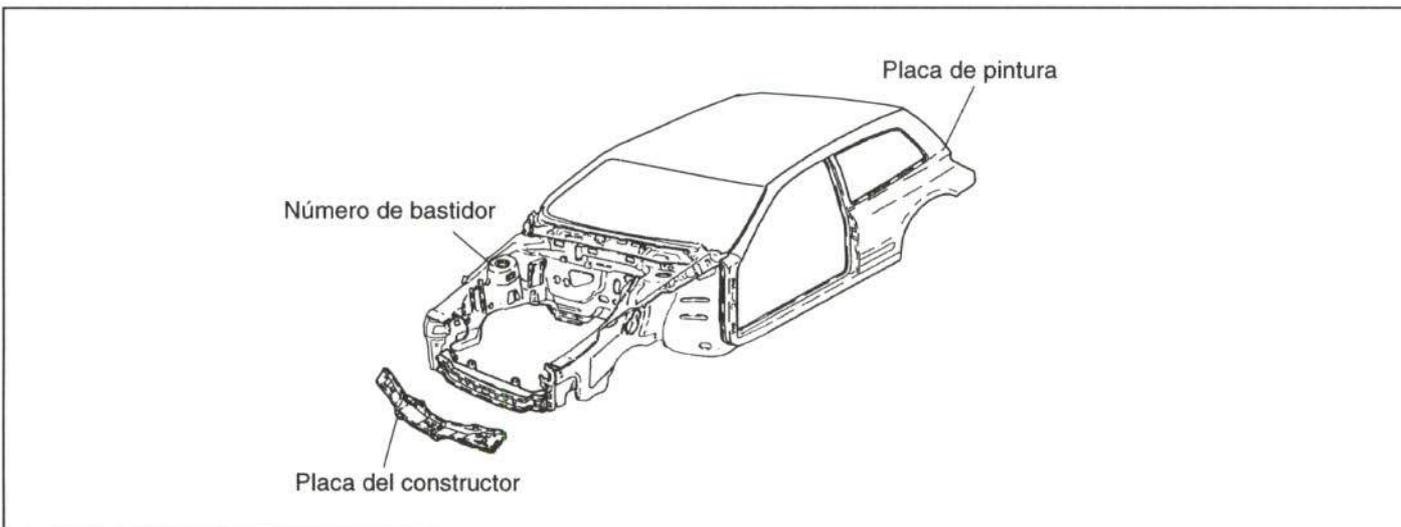

Figura 1.- Situación de las placas de identificación del vehículo
Las características que identifican al vehículo se recogen, debidamente codificadas, en dos placas situadas en diversos puntos de la carrocería (figura 1).
- El número de bastidor se encuentra troquelado en la botella de suspensión derecha (figura 1).